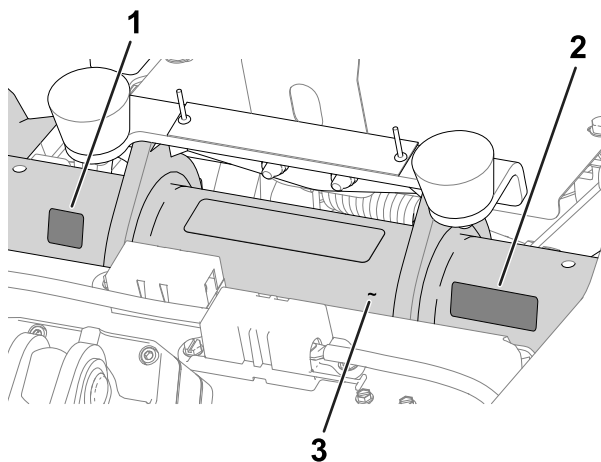

Figura 11
- **Adesivo dell'anno di produzione e adesivo di marcatura CE:** applicate gli adesivi sul tubo del telaio sotto il sedile e la targhetta del numero di serie; fate riferimento a Figura 11.